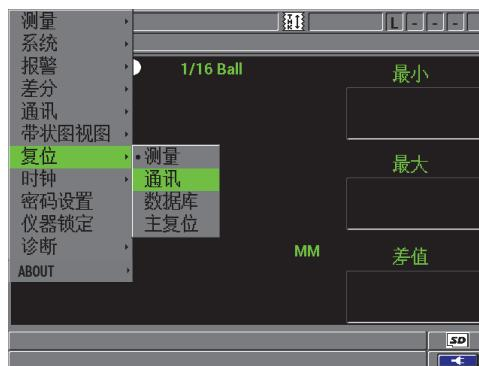

图 8-8 通讯复位屏幕
- 按 [设置菜单]，然后加亮显示复位（参见第 146 页的图 8-8）；